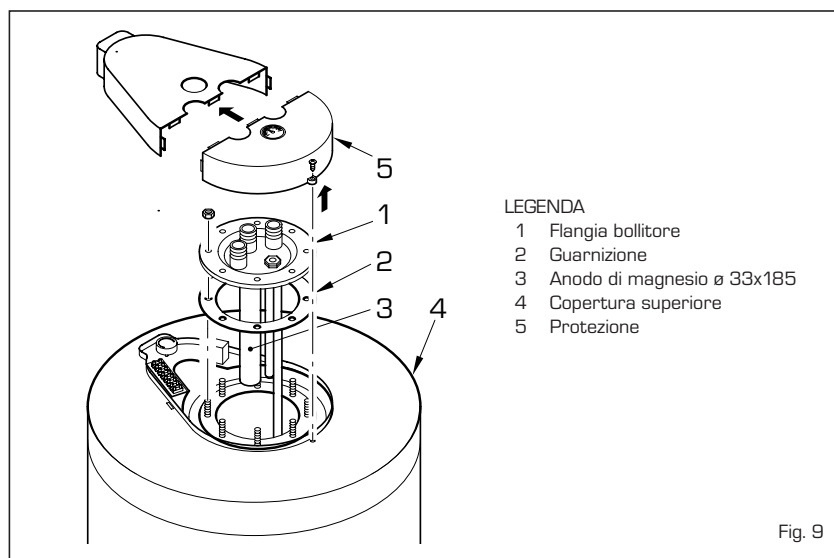

Fig. 9
#### 3.3.2 Anodo di protezione bollitore (fig. 9)
Il bollitore "BA100 - BA150 - BA200" è dotato di anodo di protezione al magnesio (fig. 9). Questo anodo anticorrosione in condizioni di esercizio normali ha una durata di 5 anni. Sarebbe comunque opportuno controllarne l'erosione annualmente e sostituirlo qualora risulti consumato. Per smontare la flangia bollitore (1),